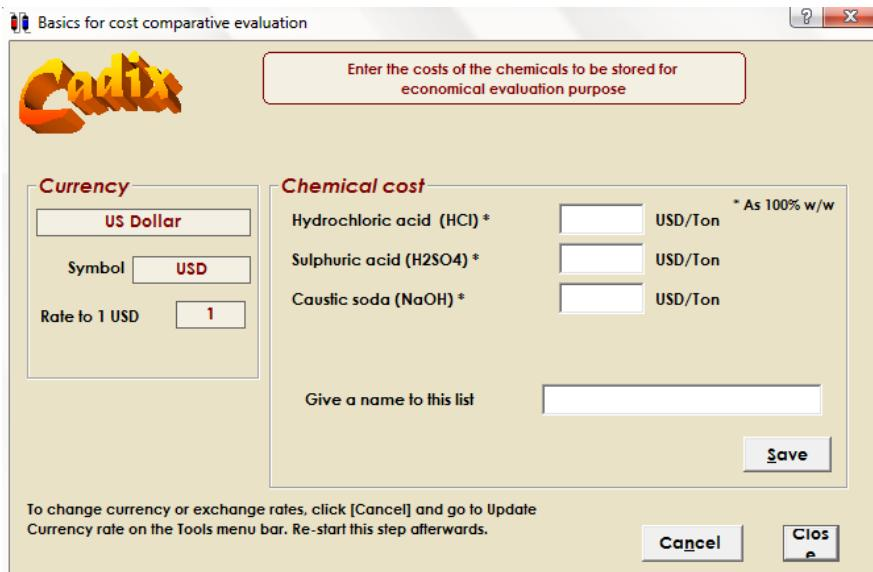

Figura 5.29: Ventana de “Enter chemicals cost”
- “Enter chemicals cost”: introducir los costes de los productos químicos. Permite introducir los costes de los reactivos y guardar una lista con el nombre que se quiera (figura 5.29).